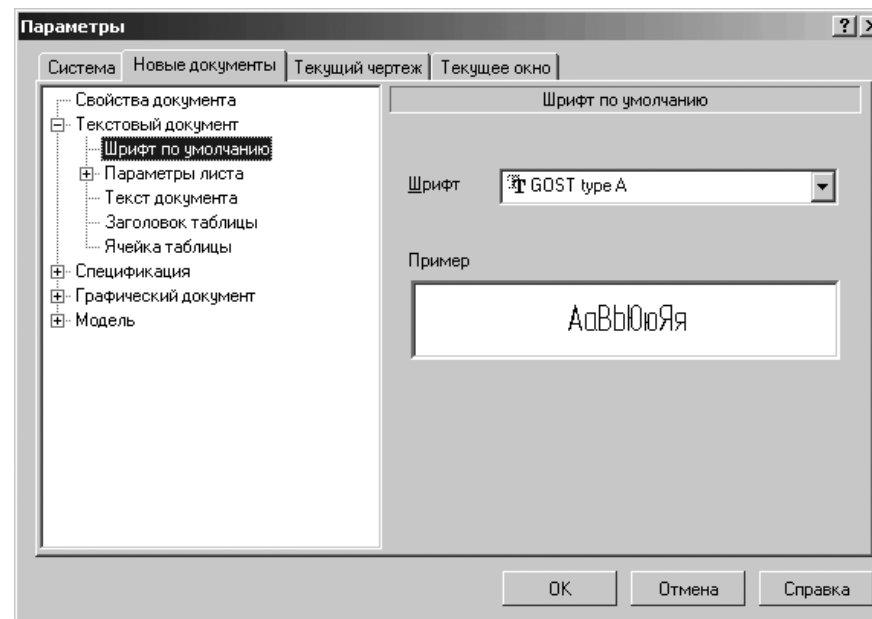

Рис. 10.2. Диалоговое окно **Параметры** с открытой вкладкой **Новые документы** и панелью **Шрифт по умолчанию**
- щелкните в дереве документов по значку +, стоящему перед пунктом **Текстовый документ**, если этот пункт не раскрыт, а затем по пункту **Шрифт по умолчанию**. В правой части появится панель **Шрифт по умолчанию**, показанная на рис. 10.2.